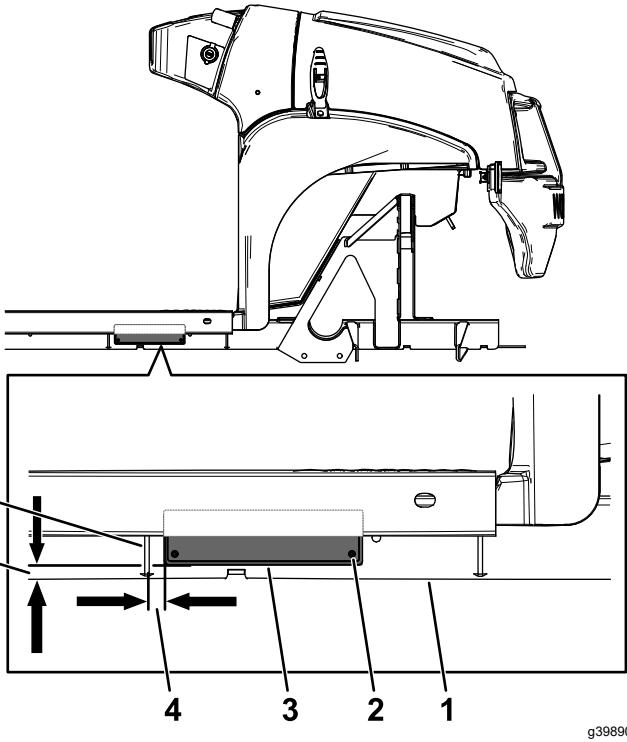

**Figure 5**
2. Frappez le numéro de série sur la machine à l'emplacement indiqué à la Figure 5.